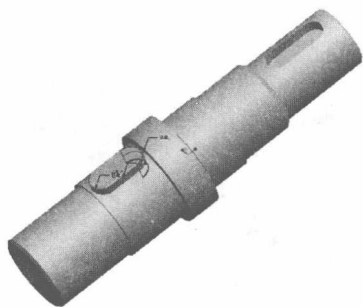
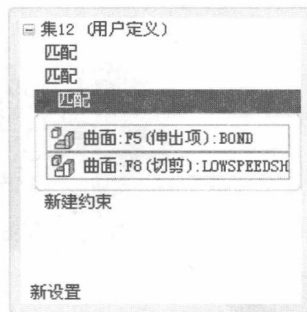

图 1.12 定义另一侧的约束
图 1.13 完成约束后的【放置】上滑面板
STEP 10 单击【放置】上滑面板中的【新建约束】，单击【放置】上滑面板中的【约束类型】下拉列表框，在下拉列表中单击选择【匹配】。依次单击选中键的底面和键槽的另一侧的半圆柱面。此时在图上标注出提示信息，如图 1.12 所示。完成约束后的【放置】上滑面板如图 1.13 所示。